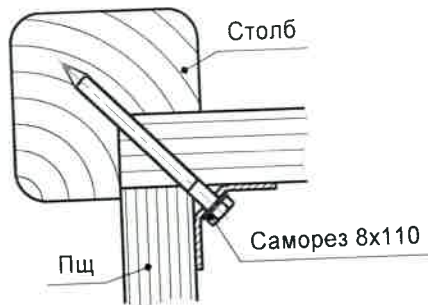

Рисунок 5 - Крепление столбов к площадке (Пщ)
5.1.1 Прикрепить столбы (поз.3) к площадке (поз.2) (рисунок 5) – саморез 8x110 – 2 шт.х4.